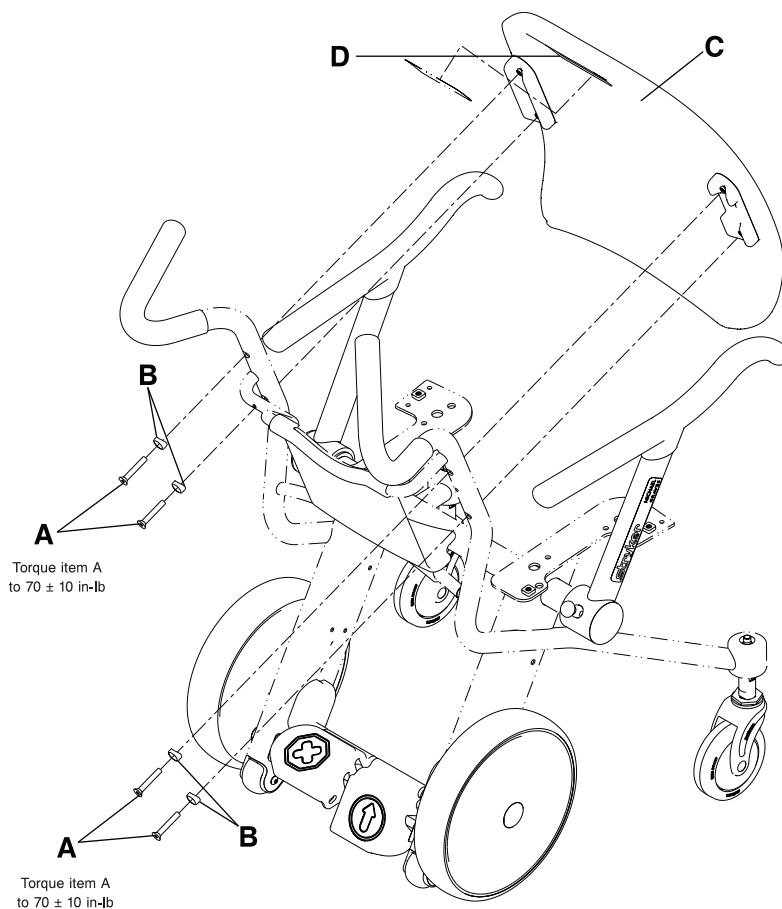

図15-21: 背もたれの交換
2. 3/16" 六角レンチを使用して、各4本の皿ネジ (A) とアダプター (B) を取り外し、車いすフレームから背もたれ (C) を取り外します。皿ネジ、アダプターおよび背もたれを廃棄します (15-39ページの図15-21)。
3. 3/16"六角レンチを使用して、供給された4本の皿ネジ (A) とアダプター (B) を取り付けて、車いすフレームに供給された背もたれ (C) を固定します (15-39ページの図15-21)。3/8"駆動トルクレンチを使用して、ネジを $70 \pm 10$  in-lb ( $8 \pm 1,1$  Nm) のトルクで締めます。
4. 適切な色の供給されたStrykerのラベル (D) を貼付します。